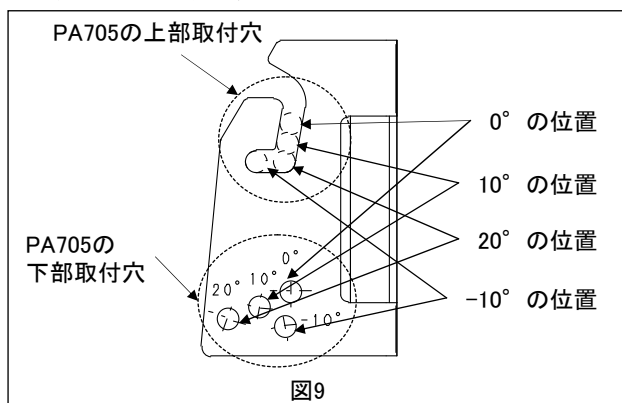

図9
- ②PA705は照明器具の取付角度を上下方向(-10°、0°、10°、20°)に調整できますので、照明器具の取付位置を決めます。(図9)